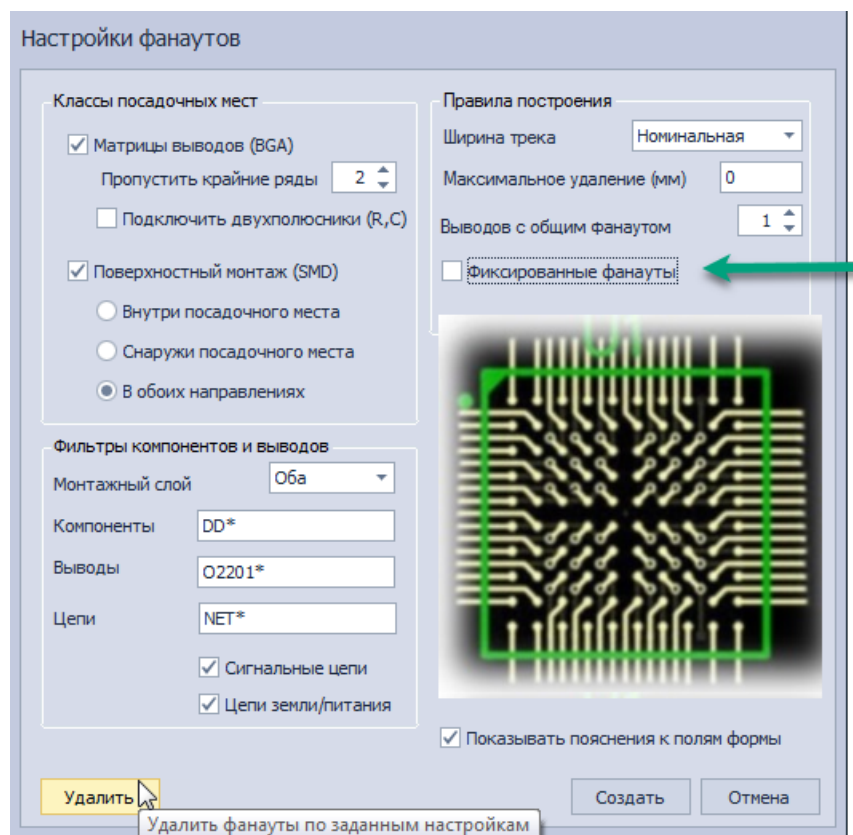

Рис. 238 Массовое удаление фанатуов
3. Нажать кнопку «Удалить», см. Рис. 238.
Примечание! Для удаления зафиксированных фанатуов, необходимо отметить флагом поле «Фиксированные фанатуы», см. Рис. 238.